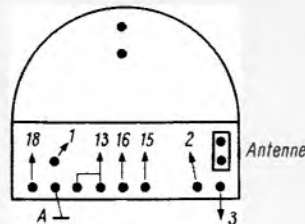

Bild 6. Anschlußbild für Diskus-Kanalwähler
7851-014 Bild 6
-017 Bild 6
-019 Bild 6